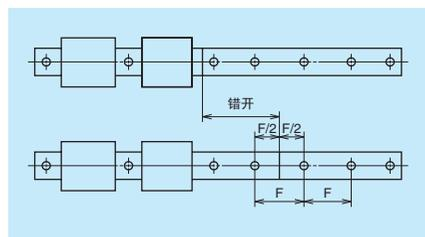

图 10.26
- 接续部的导轨安装孔间距为图 10.26 所示，设置成 F ，在以双列平行方式使用时，为了避免接续部的精度变化，建议大家安装时使接续部错开。建议使错开的长度，比滑块的长度长。另外在需要更高精度时，需考虑工作台移动时，不使同一工作台上的滑块同时通过接续部。